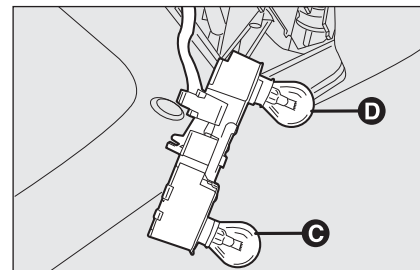

fig. 37
- enlever et remplacer l'ampoule intéressée en la poussant légèrement et en la tournant dans le sens inverse des aiguilles **fig. 37**;